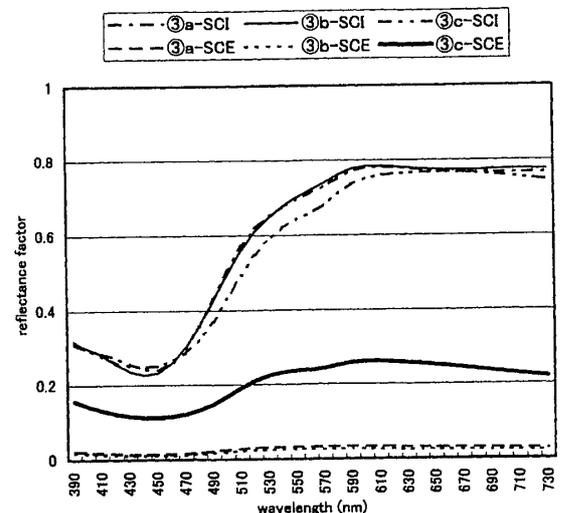

図 1b Cs の全・拡散反射率
3) 図 1b から、金色シートの全反射率と拡散反射率の傾向は、Br と Paint の中間にある。